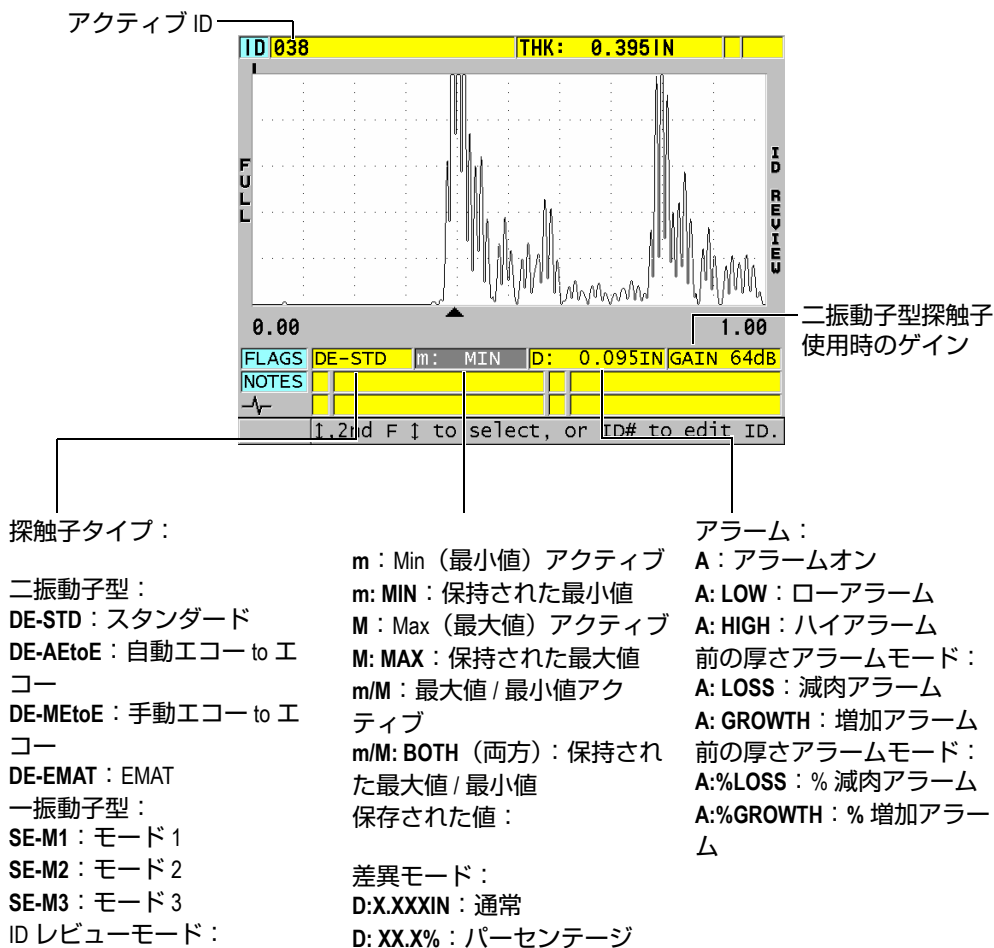

図 11-27 ID レビュー画面の確認
217 ページの図 11-27 に、ID レビュー画面の例を示し、その内容について説明します。波形の下の領域は、表示された保存厚さ値について記述するステータスフラグのために予約されています。フラグは、送信コマンドを使用して厚さ計から送信されるステータスワードと同じ 1 文字の省略形です (261 ページの「通信およびデータ転送の管理」参照)。
3. ID レビュー画面で、以下の操作を行います（217 ページの図 11-27 参照）：